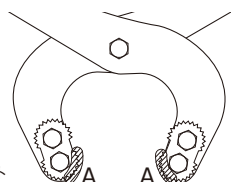
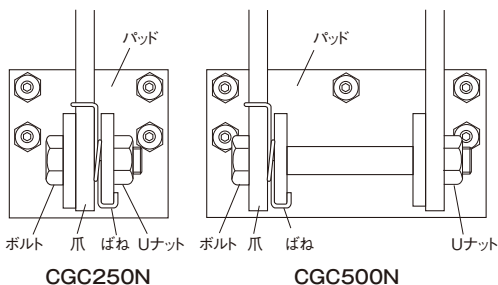

図5
図6
- ② カムの表裏又は上下を入れ替え、未使用部分が図5のAの位置に来るように取り付けて下さい。カムの取り付け位置については、6～8ページをご参照下さい。※パッドを取り付けることも可能です。(CGC250・500) (パッドの交換方法をご参照下さい。)
- ③ ボルト・Uナットを締め付けて下さい。
(2) パッドの交換方法
- ① ボルト・Uナットを緩めパッドとばねを取り外して下さい。(図6)
- ② 新しいパッドとばねを、爪に取り付けて下さい。パッドの取り付け位置については9～10ページをご参照下さい。※カムを取り付けることも可能です。(カムの交換方法をご参照下さい。)